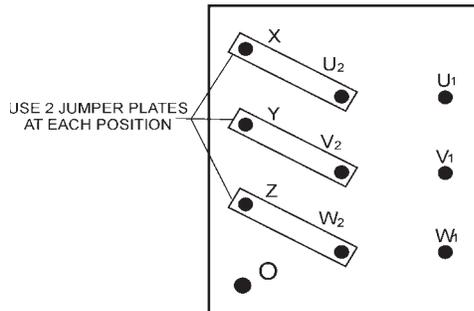

Figura 26. Tablero de Inversión de Voltaje Configuración 480V
- Coloque el pasacorriente en el tablero de inversión de voltaje para 480V de operación como se muestra en figura 26. Esta configuración usa 6 placas pasacorriente en 3 diferentes posiciones. Recuerde que hay 2 placas pasacorriente en cada posición. Cada placa pasacorriente **debe** ser usada.
- Asegurarse que el tablero de inversión de voltaje sea cableado para operación de 480V como muestra la figura 26.